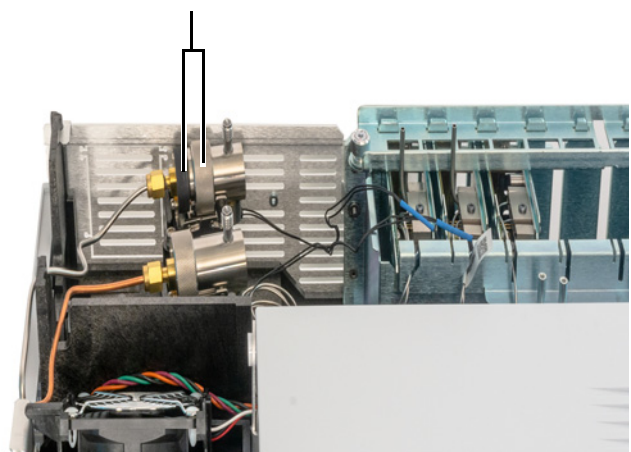

Abbildung 22. Lösen Sie die geriffelte Mutter
- 4 Lösen Sie die geriffelte Mutter, mit der das Split-Entlüftungsventil befestigt ist, vollständig. Siehe **Abbildung 22**.